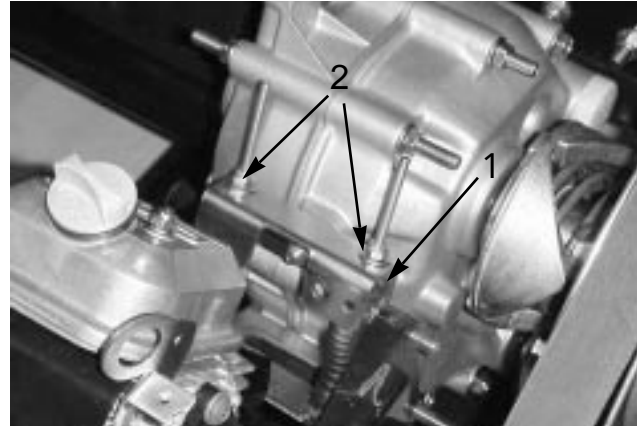

図 27
整備や調整の目的でエンジンを始動する場合には、トランスアクスルをニュートラルにセットしておきます(図27)。シフトレバーには「ニュートラル」位置がありますから、これでニュートラル位置へのセットを行います。以下の手順で、ニュートラル・シフト・レバーがトランスアクスルを正しくニュートラルにセットしていることを確認してください。
2. トランスアクスルのニュートラル・ブラケットを「ニュートラル」位置(横向き)とし、駆動クラッチを手で回して車両が前進または後退するかを見る(図27)。
3. ロックナット(図27)のうちの1個を、シフトケーブルのたるみをなくす程度にごくわずかに締め付ける。